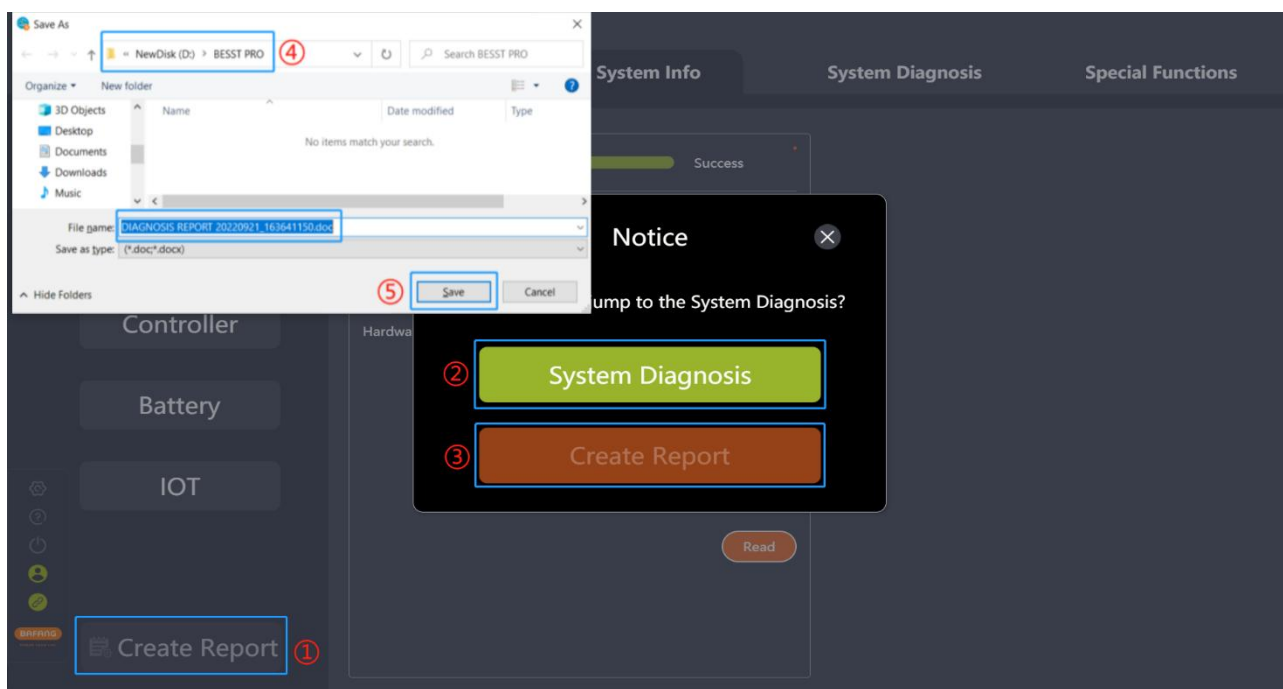

图 7-9 系统信息界面创建报告
- (1) 点击“创建报告”，提示“要跳转到系统诊断吗？”（如图 7-9）；
- (2) 如需进行系统诊断，可选择“系统诊断”，跳转到系统诊断界面；
- (3) 点击“创建报告”；
- (4) 选择本地保存路径；
- (5) 点击“保存”，创建 PDF 报告文档。